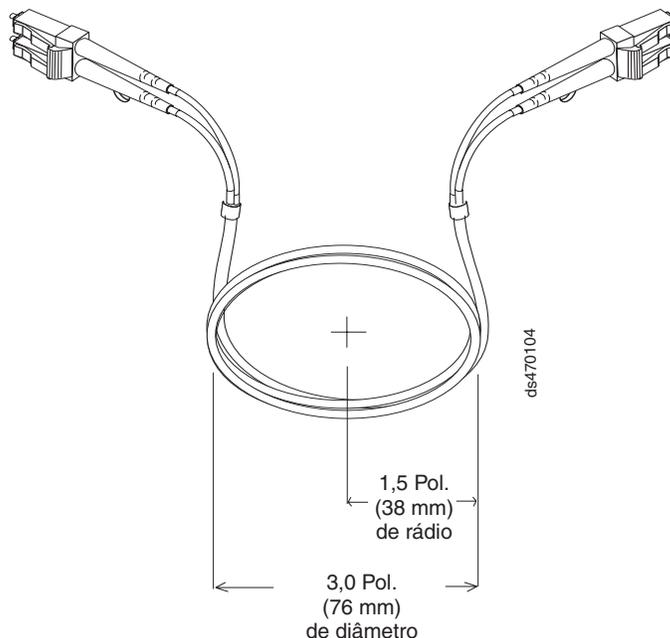

Figura 19. Especificações Recomendadas de Curvatura e Looping para Cabos de Fibra Ótica
- Ao armazenar cabos de fibra ótica em excesso ou não utilizados, não entorte os cabos em um diâmetro menor que 76 mm (3 pol.) ou em um raio menor que 38 mm (1,5 pol.) ou enrole-os ao redor deles mesmos. Consulte o Figura 19 na página 37.